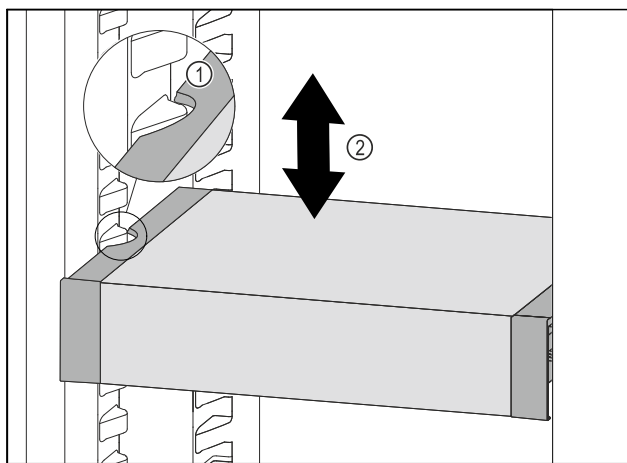

Fig. 104
- VarioSafe naar voren trekken tot de uitsparingen aan de zijkant van de VarioSafe zich ter hoogte van de rib in het koelgedeelte bevinden. Fig. 104 (1)
- VarioSafe in het koelgedeelte omhoog of omlaag bewegen tot de gewenste hoogte is bereikt. Fig. 104 (2)